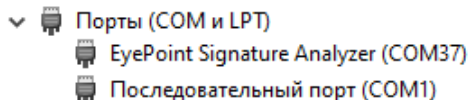

Рисунок 5. Отображение EyePoint u21 в диспетчере устройств
8. После установки драйвера в разделе устройств «Порты (COM и LPT)» должно появиться устройство EyePoint Signature Analyser (рисунок 5).